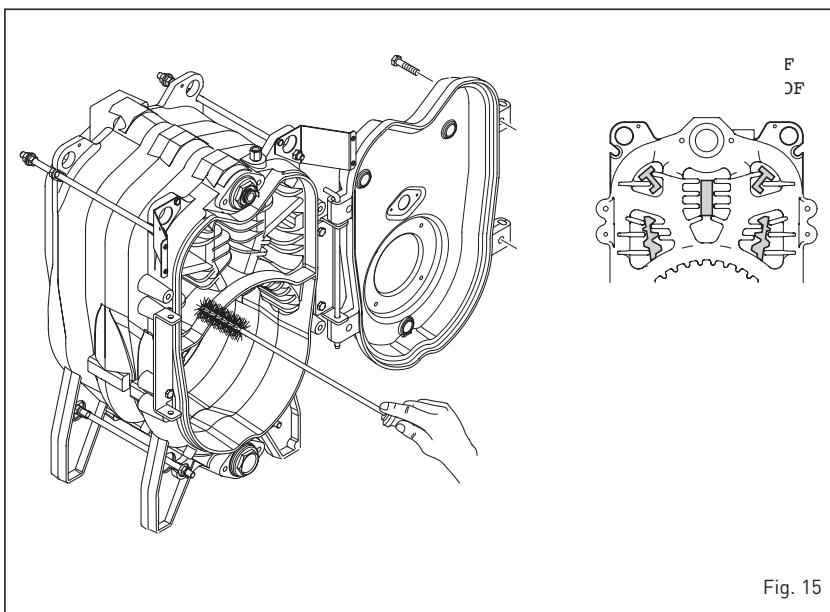

Fig. 15
4.7.1 Pulizia passaggi fumo (fig. 15)
Per la pulizia dei passaggi fumo del corpo caldaia utilizzare un apposito scoverolo. A manutenzione avvenuta posizionare i turbolatori nella posizione iniziale (fig. 15).